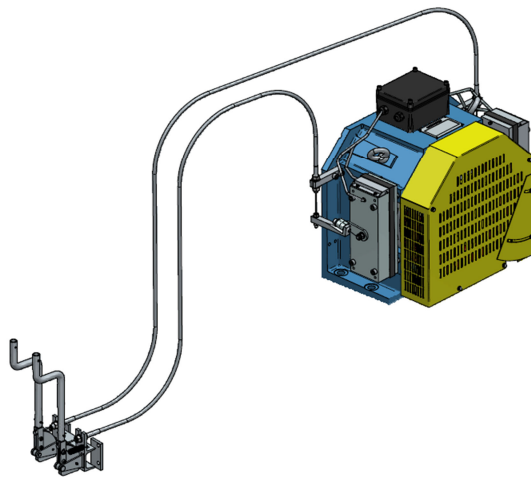

图 25 松闸机构效果图
3. 相对紧固两对螺母、固定拉簧和刹车线外套,紧固时刹车线保持松弛,扳手连接杆有一定的摆动余量。装配效果图见 (P9 图 25) 所示。